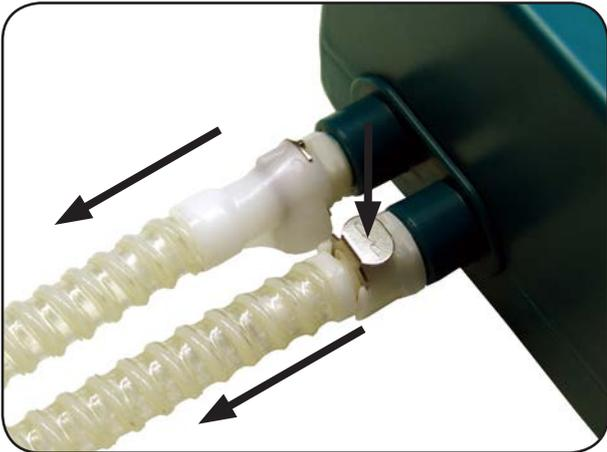

Abbildung 15
1. Trennen Sie beide Versorgungsschläuche durch Drücken der Einrastsicherungen vom Aggregat (siehe Abbildung 15).
2. Trennen Sie beide Versorgungsschläuche vom Aggregat (siehe Abbildung 15).